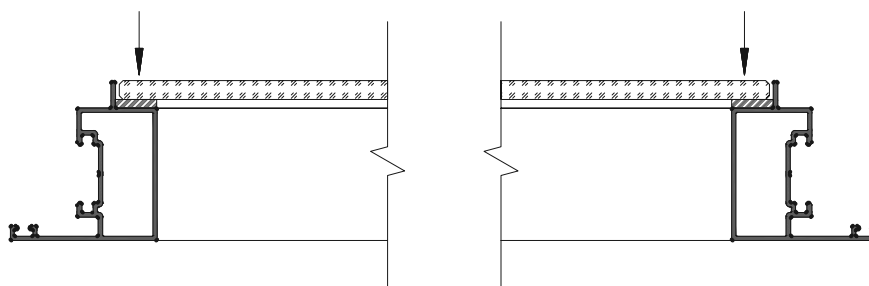

Рис.2
2. Перед установкой стекла края, которые будут контактировать с герметиком, необходимо обезжирить. Стекло вложить в паз створки. Прижимая стекло сверху, расплющить герметик, контролируя процесс на просвет через стекло. (Рис.2).
2. Максимальная прочность достигается через 72 часа после нанесения. Для увеличения контакта необходим прижим ленты с усилием 100 кПа.. (Рис.2).